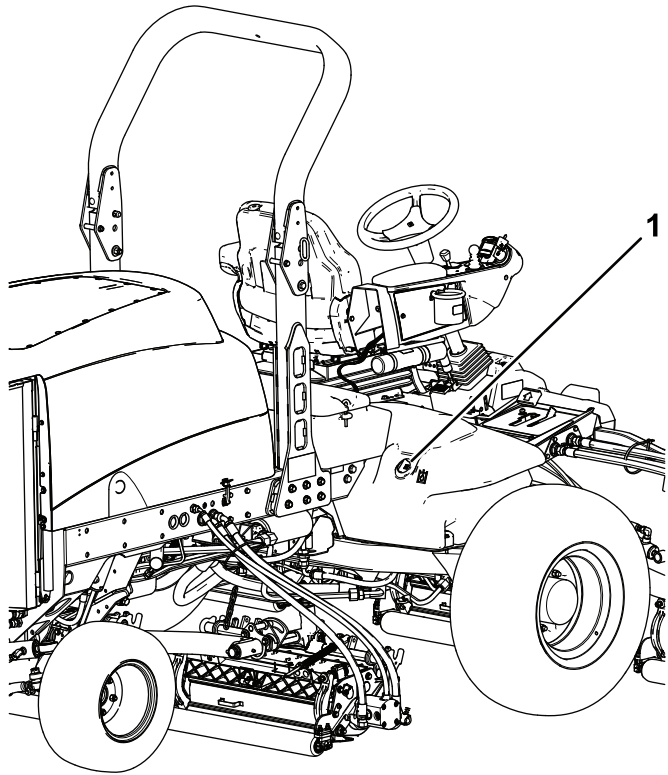

Рисунок 82
2. Очистите зону вокруг заливной горловины и крышки гидравлического бака (Рисунок 82).